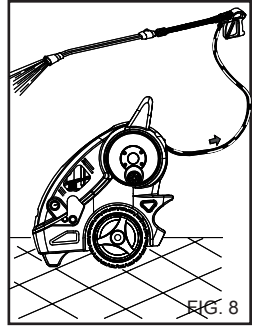

FIG. 8
1) Depois do uso com detergente, enxaguar o circuito da água em alta pressão (A.P.): fazer funcionar a bomba por 1 minuto com a torneira de dosagem completamente fechada. (fig. 8).
4) Depois do uso com detergente, enxaguar o circuito da água em alta pressão (A.P.): fazer funcionar a bomba por 1 minuto com a torneira de dosagem completamente fechada. (fig. 8).